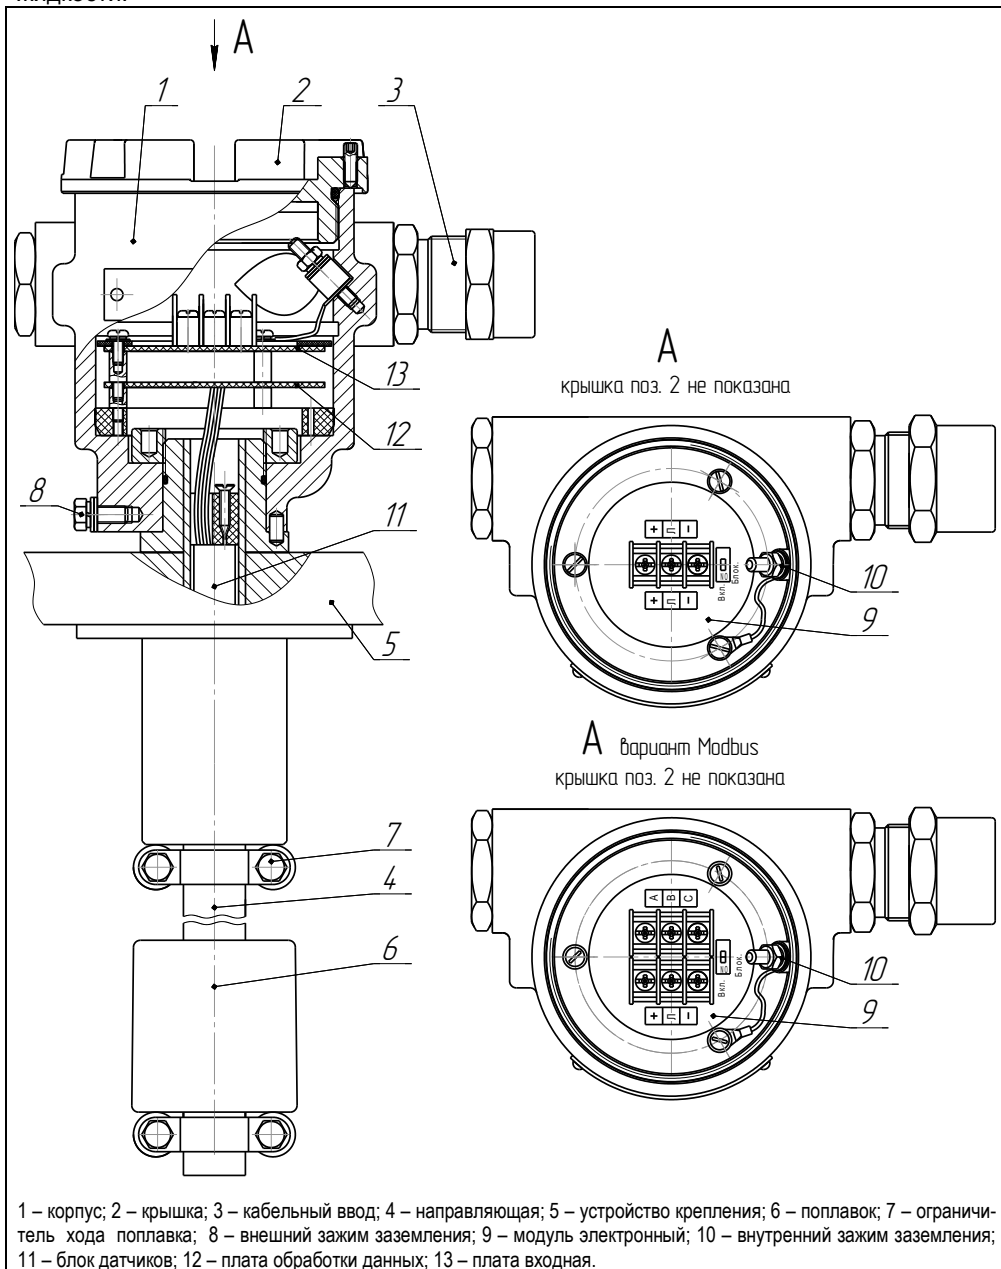

Рисунок 5
1.5.1 Корпус 1 преобразователя с крышкой 2, кабельными вводами 3 и направляющей 4 образуют взрывонепроницаемую оболочку преобразователя (см. рисунок 5). На направляющей устанавливаются устройство крепления 5, поплавки 6 и ограничители хода поплавка 7.